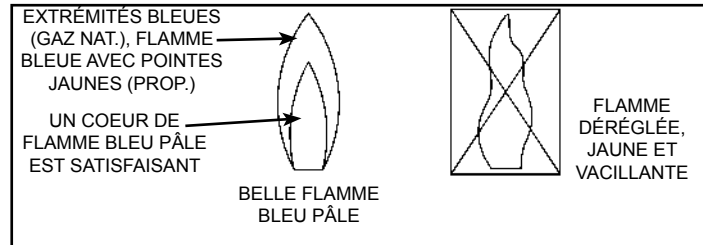

Figure 36
Observez les flammes du brûleur à travers le regard et comparez-les à l'illustration de la Figure 36. Un brûleur fonctionnant normalement devrait produire une flamme bleu pâle. Des flammes aux extrémités bleues et avec un centre bleu pâle sont satisfaisantes. L'extrémité de la flamme peut même avoir une faible coloration jaune. La flamme ne doit jamais être entièrement jaune ou avoir une forte teinte bleu orangé. Une source d'air contaminé peut être à l'origine d'une flamme orangée. Faites appel à un technicien d'entretien qualifié si la flamme n'est pas satisfaisante.
- Accumulation de suie ou de créosote sur le brûleur principal. Assurez-vous de la présence d'une belle flamme bleu pâle (Figure 36).
Au moins une fois par année, il est recommandé de procéder à une inspection visuelle du brûleur principal et de son allumeur à élément chauffant afin de s'assurer de leur bon fonctionnement. Il faut d'abord retirer la porte d'accès externe et analyser le fonctionnement du brûleur à travers le regard d'inspection de la porte d'accès interne (Figure 4). Le brûleur devrait assurer une combustion complète du gaz combustible, s'allumer rapidement, fonctionner silencieusement et la flamme ne doit pas se soulever de façon excessive au-dessus des orifices du brûleur. Si les flammes du brûleur ne présentent pas ces caractéristiques (Figure 36), assurez-vous que l'apport d'air comburant et l'évacuation des gaz de combustion ne sont pas bloqués.